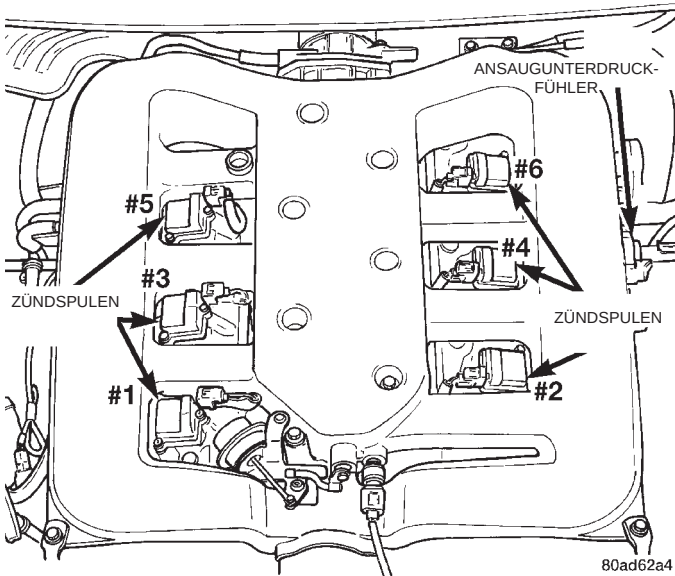

Abb. 33 Zündspulen
(2) Unteren Ansaugkrümmer während der Montagearbeiten mit einer geeigneten Abdeckung versehen.
(3) Steckverbinder abziehen und Zündspulen ausbauen (Abb. 33).